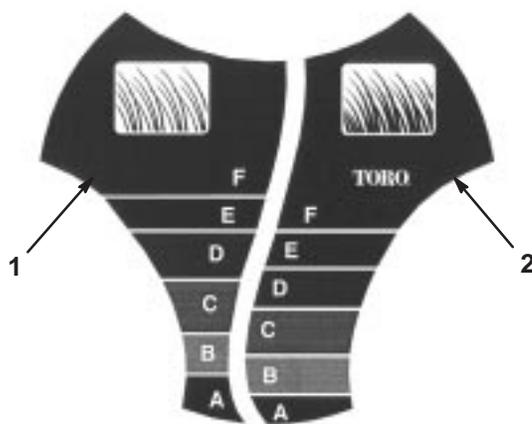

Figure 15
Le système *SmartWheel*™ présente deux échelles pour un réglage optimal de la hauteur de coupe selon que l'herbe est *clairsemée* à *normale* ou *drue* (Fig. 15). Utiliser l'échelle *normale* pendant la chaude saison d'été pour la plupart des travaux de tonte. L'échelle *drue* est réservée à la coupe de l'herbe vigoureuse, humide et luxuriante, qui pousse surtout au printemps.
2. Pousser la tondeuse sur le gazon jusqu'à ce que l'échelle *SmartWheel* sur une des roues arrière soit verticale (Fig. 15).